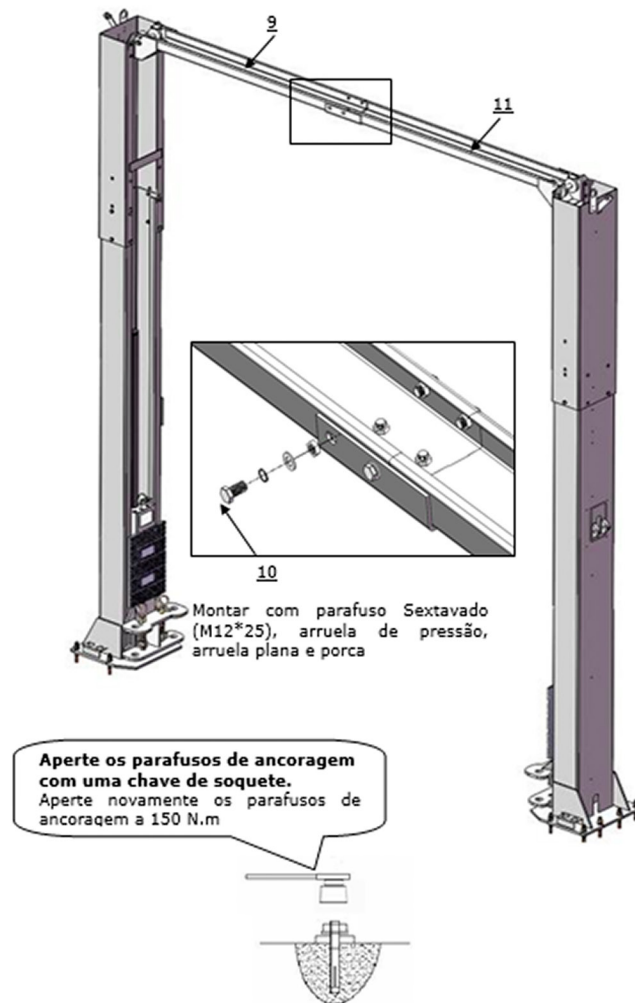

Fig. 21
2. Pendure o gancho da viga superior B na outra coluna externa e, em seguida, aparafuse-o à viga superior A. (Veja a Fig. 21)